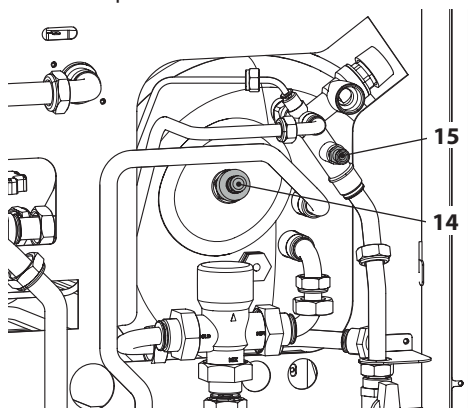

Figura 9.9
- Allentare il rubinetto di scarico acqua sanitaria del bollitore 14 e quello di svuotamento del circuito sanitario 15 in Figura 9.9 e scaricare l'acqua del circuito sanitario.